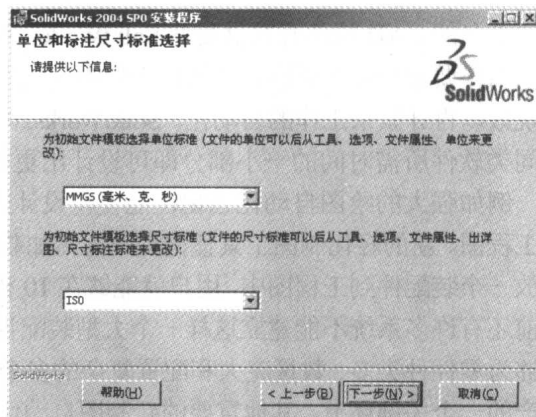

图 1-7
6. 选择预设单位和尺寸标准，单击【下一步】，如图 1-7。